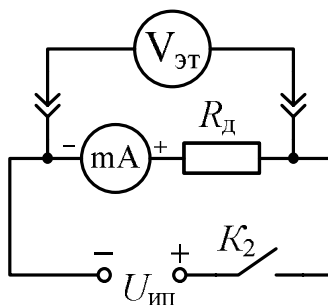

Рис. 3.7
3.5. Соберите схему на рис. 3.7. Ключ K_2 установите в разомкнутое положение (рычажок вниз). В качестве $R_{\text{д}}$ используйте магазин сопротивлений РЗЗ, установленный на рассчитанное значение. В качестве эталонного вольтметра используйте мультиметр, установленный на предел «20 V».